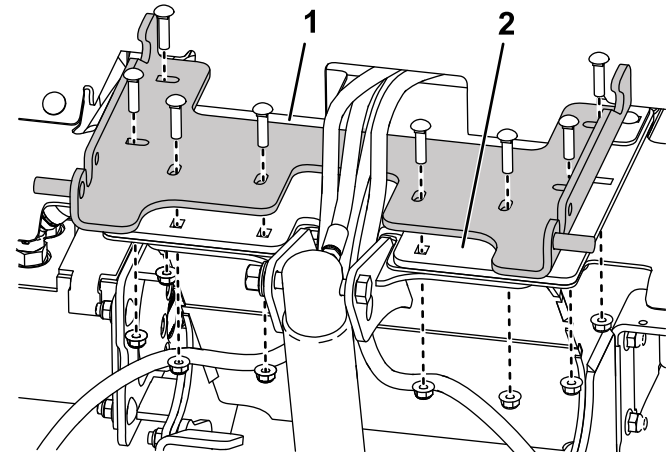

Figura 2
2. Deslice la placa de montaje por debajo de las mangueras hidráulicas y sujétela usando las fijaciones que retiró anteriormente (Figura 2).